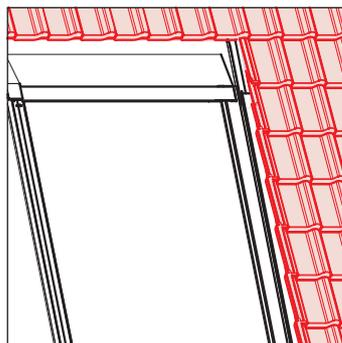

Fig. 3-61 Étape 19
19. Couper la tuile sur mesure et poser le côté droit (fig. 3-61).